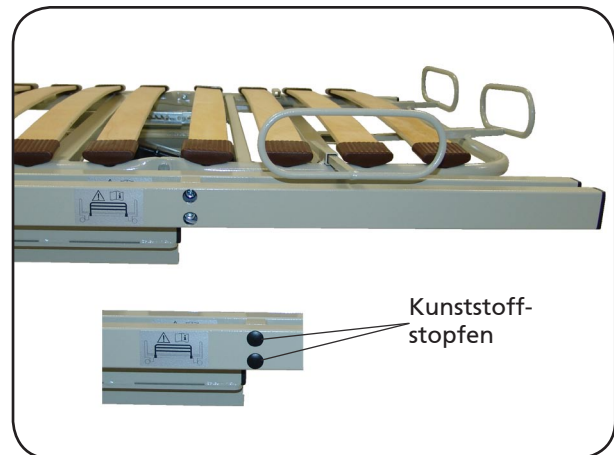

Abbildung 35
- Halten Sie die Liegeflächenverbreiterung parallel zu den Längsrohren. Führen Sie die Innensechskantschrauben M8 x 35 mit Hilfe des beiliegenden Innensechskantschlüssels in die Befestigungsbohrungen ein und schrauben Sie diese lose an (Abbildung 35).